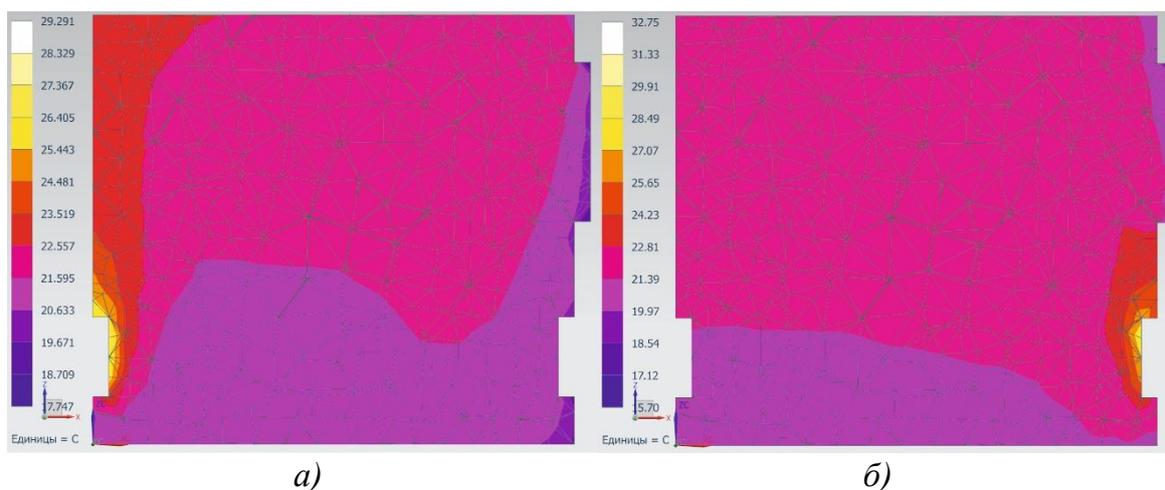

Рис. 3.8. Температурное поле в вертикальном продольном сечении
14. Нажмите пункт «**Температура потока**» в окне «**Навигатор постпроцессора**» и отобразите температурное поле среды в трех средних сечениях комнаты, выбирая различные секущие плоскости. Пример температурного поля в вертикальном продольном среднем сечении показан на рис. 3.8, а.